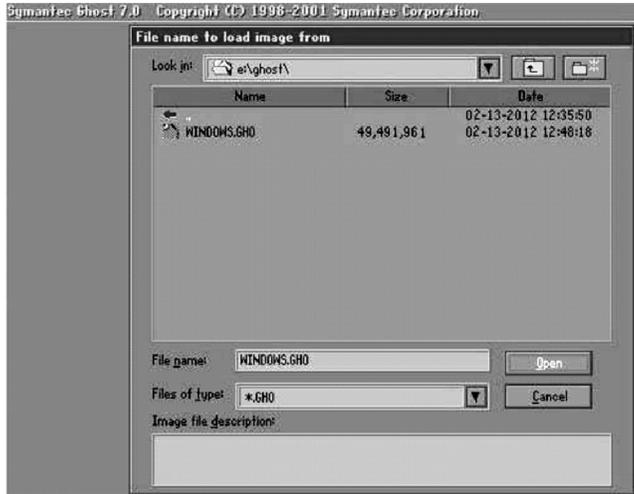

图 3-75 选择需要恢复的映像文件界面
② 进入到如图 3-75 所示的“file name to load image from”对话框后,选择或输入所要恢复的映像文件名称,然后单击“Open”按钮打开所选择或输入的映像文件。在打开所选